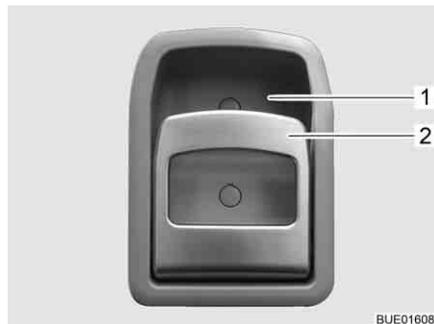

Fig. 68 Serratura della porta di ingresso, lato interno
- Tirare la maniglia (Fig. 68,2). La serratura della porta si sblocca o apre.
- Premere la maniglia (Fig. 68,2) in alto verso l'impugnatura (Fig. 68,1). La serratura della porta si blocca.